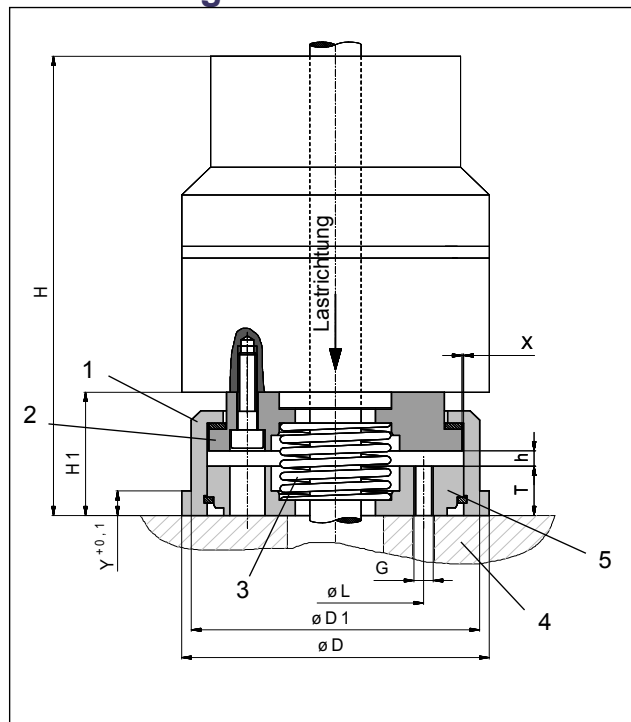

Abb. 1: Abmessungen Federsockel für Sicherheitsbremsen KSP
Das Gehäuse (1) Abb. 1 ist über die Flanschplatte (5) Abb. 1 fest mit dem Maschinengestell (4) Abb. 1 verbunden.
Die Bodenplatte (2) Abb. 1 trägt die Sicherheitsbremse und ist fest mit ihr verbunden.
Die Feder (3) Abb. 1 drückt die gelöste und unbelastete Sicherheitsbremse über die Bodenplatte (2) Abb. 1 nach oben an den Anschlag.
Die Bodenplatte (2) Abb. 1 kann sich sowohl vertikal (um den Hub h) als auch horizontal (um das Radialspiel X) zum Maschinengestell (4) Abb. 1 bewegen.